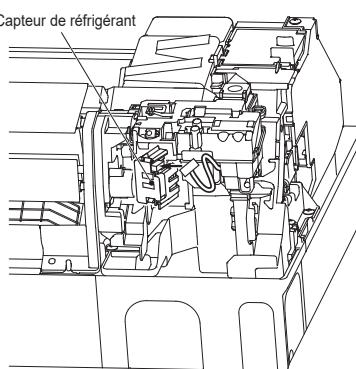

Fig. 2
- (2) Insérez le capteur de réfrigérant dans le sens de la flèche et fixez-le avec le crochet. (Fig. 2)
(3) Connectez le câble de plomb au capteur de réfrigérant. (Fig. 2)